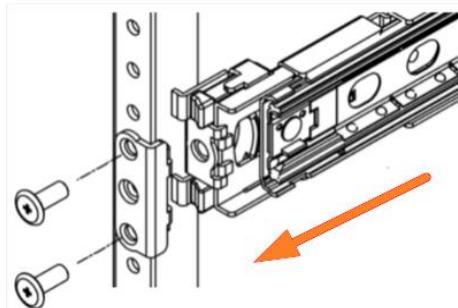

Рисунок 135 - Передний кронштейн
- 3) Выровнять передний кронштейн с монтажным отверстием (см. Рисунок 135).